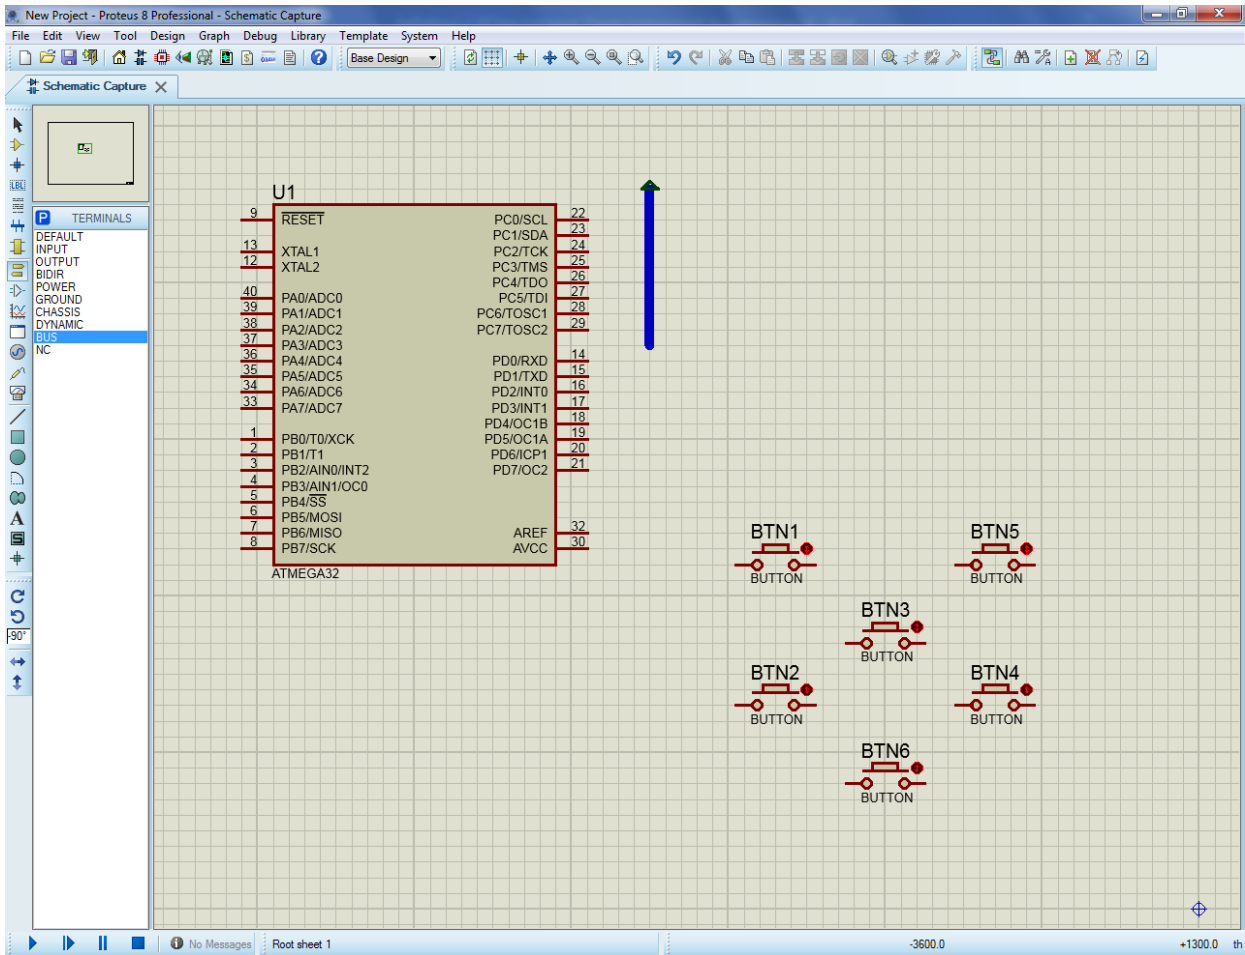

Рис. 1.18 – Линия BUS напротив порта С.
- инструмент предложит графически протянуть его на необходимое расстояние, что мы и сделаем напротив всего порта С, после чего дважды нажать ЛКМ (рис. 1.18);